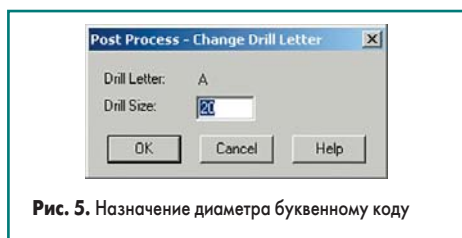

Рис. 5. Назначение диаметра буквенному коду
- Появившемся окне Post Process — Change Drill Letter (рис. 5) в поле Drill Size введем значение диаметра отверстий — 20 тысячных долей дюйма, которые будут обозначаться буквой A, и нажмем кнопку ОК.